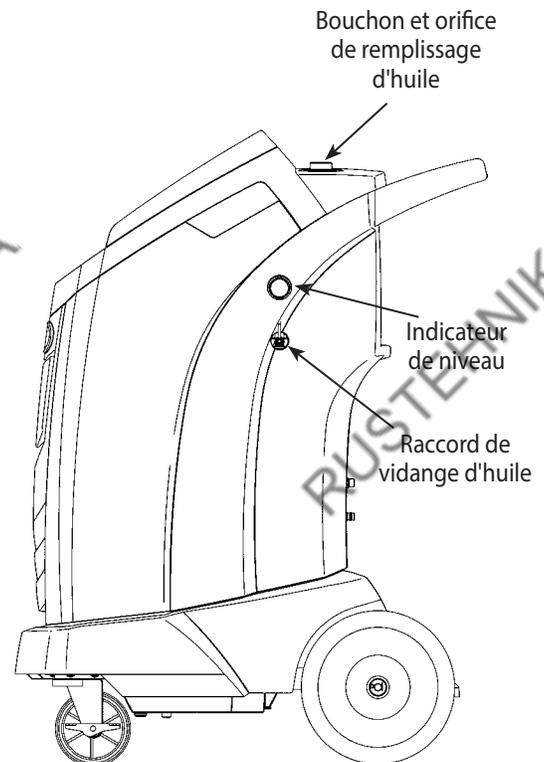

Figure 14
3. Ouvrez LENTEMENT le bouchon de remplissage d'huile pour vérifier qu'il n'y a pas de pression dans la machine. Enlevez précautionneusement le bouchon. Reportez-vous à la figure 14.